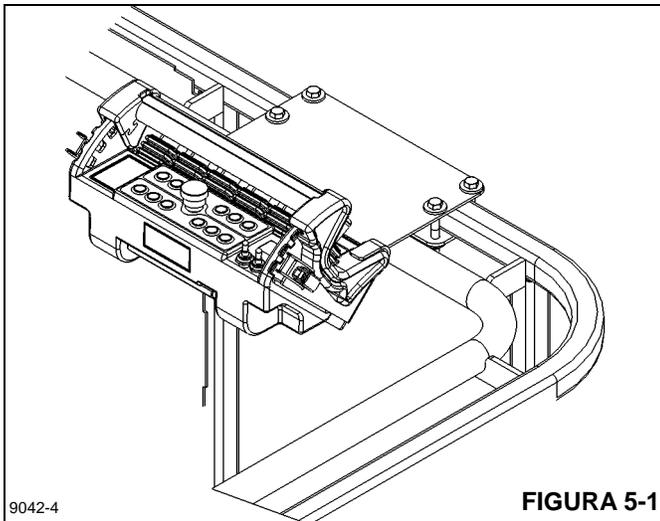

FIGURA 5-1
trolados por dos sistemas de control separados: controles de la plataforma de elevación aérea (primarios) (Figura 5-1) y los controles desde el suelo (secundarios) (Figura 5-2).
6. Asegure el control remoto por radio de la plataforma superior a la escuadra de montaje fijada a las barandillas de la plataforma (vea la Figura 5-1).